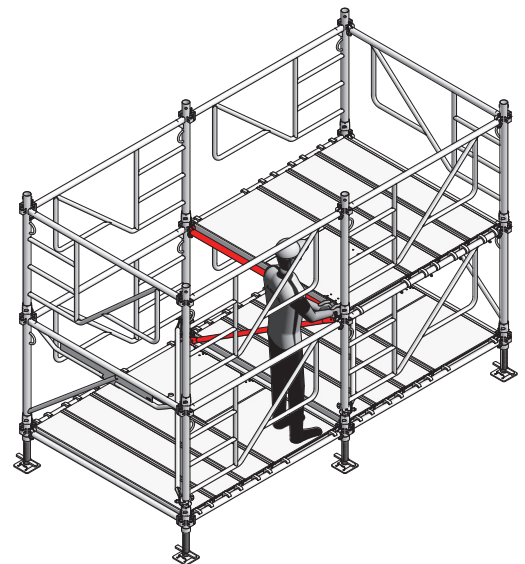

Fig. 17.2
13. Fixer la lisse 170 MT et la diagonale 170/100 MT pour contreventer les deux tours (Fig. 17.2). Chaque niveau doit être stabilisé à l'aide d'une lisse et d'une diagonale de contreventement.